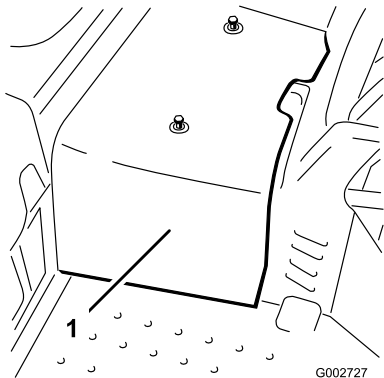

Figura 41
2. Slăbii cele 2 uruburi care fixează carcasa centrală pe maină și îndepărtați carcasa (Figura 41).